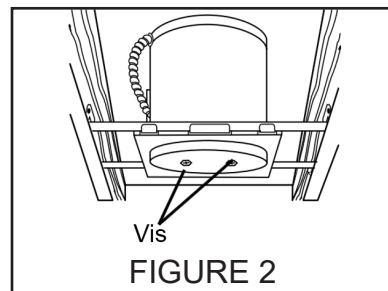
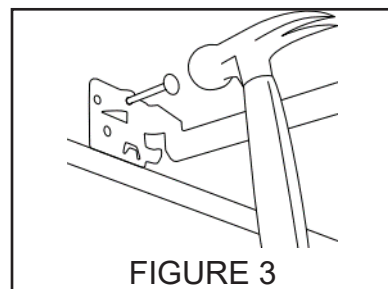

FIGURE 2
FIGURE 3
Étape 1. Prolonger les barres de suspension pour les installer entre les solives. La barre de suspension est profilée pour s'aligner facilement avec le bas de la solive (Fig. 2). Positionner le luminaire en clouant les Real-Nails^{MD} dans les solives (Fig. 3).
Étape 4. Lors de l'installation dans une cloison sèche, percer un trou de taille appropriée. Après avoir installé la cloison sèche, si nécessaire, ajuster le luminaire en fonction de l'épaisseur du plafond en desserrant les vis hexagonales qui fixent le boîtier rond au cadre en plâtre. (Fig. 2)